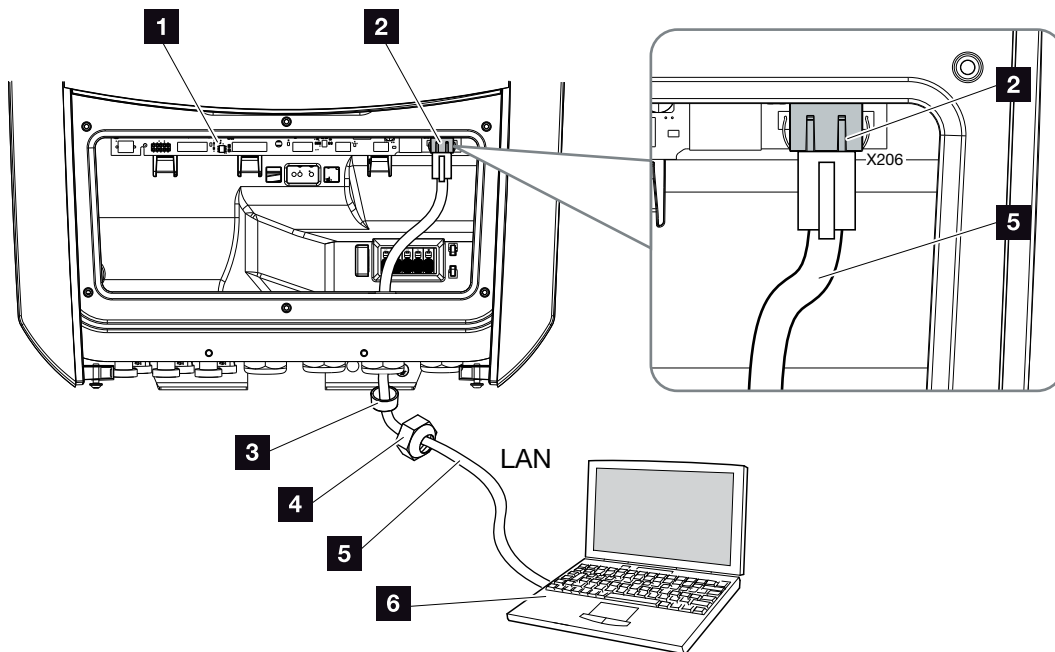

Fig. 34 : Connexion de l'onduleur et de l'ordinateur au moyen d'un câble Ethernet
3. Raccorder le câble Ethernet à l'interface LAN de la carte de communication SCB ( Smart Communication Board). **Fig. 34 pos. 2**